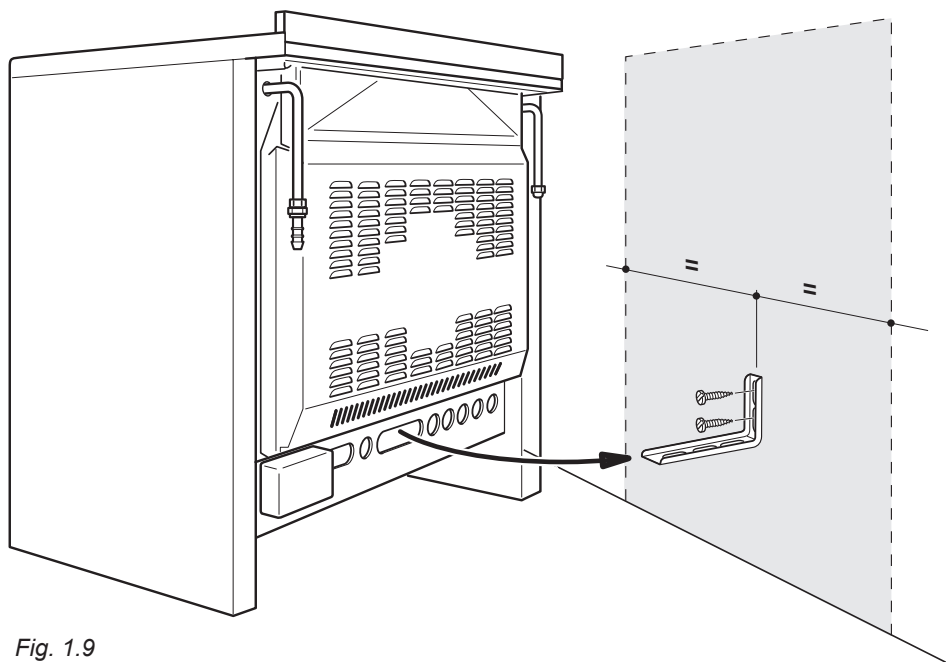

Fig. 1.9
1. Une fois que vous avez décidé où installer la cuisinière, faites deux marques sur le mur; ces marques correspondent aux endroits où les 2 vis de l'équerre anti-basculement doivent être vissées. Suivez les indications présentées sur le schéma fig. 1.9.
4. Déplacez la cuisinière près du mur et ajustez la hauteur de l'équerre anti-basculement de sorte qu'elle puisse entrer dans l'emplacement prévu à l'arrière de la cuisinière, comme sur le schéma fig. 1.9.